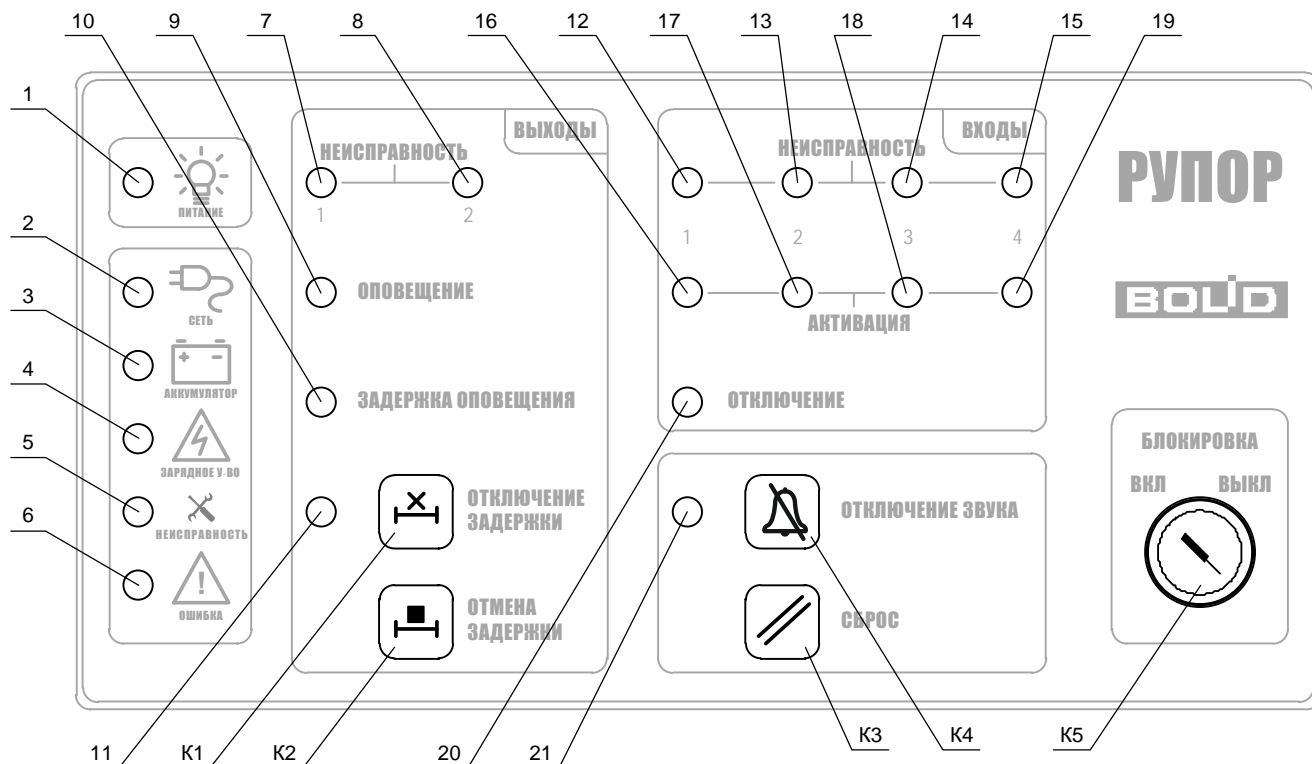

Рисунок 1. Органы управления и индикации прибора
1. На передней крышке прибора имеются световые индикаторы, предназначенные для индикации режимов работы прибора и состояния подключённых к нему внешних цепей, а также ряд функциональных кнопок и электроконтактный замок включения/выключения блокировки кнопок (рис. 1). Назначение индикаторов и кнопок приведено в таблице 1 и таблице 2 соответственно.